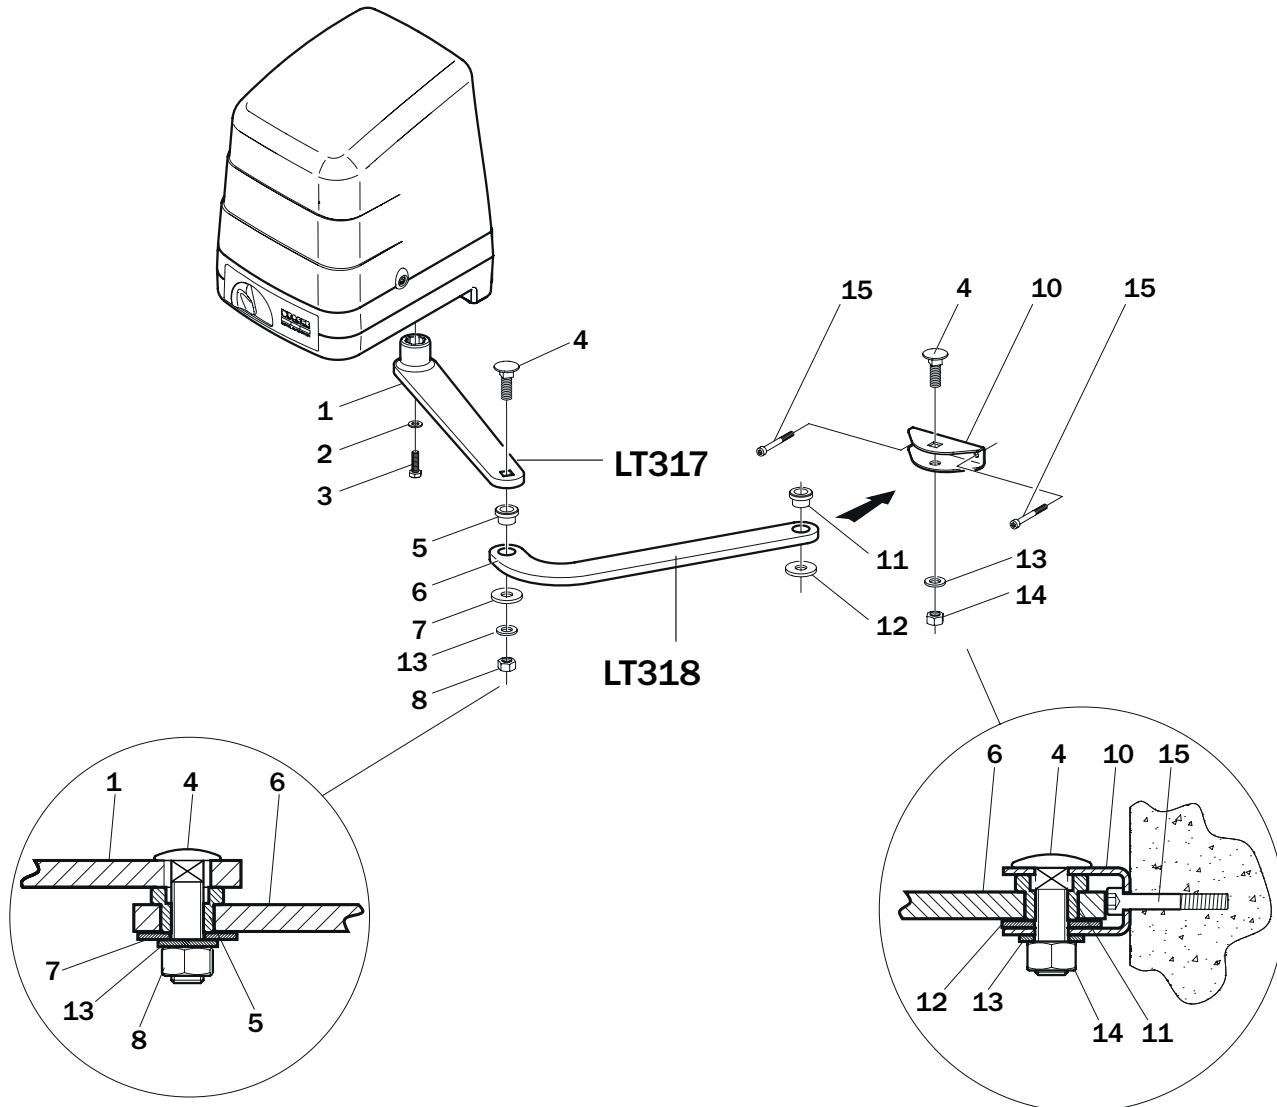
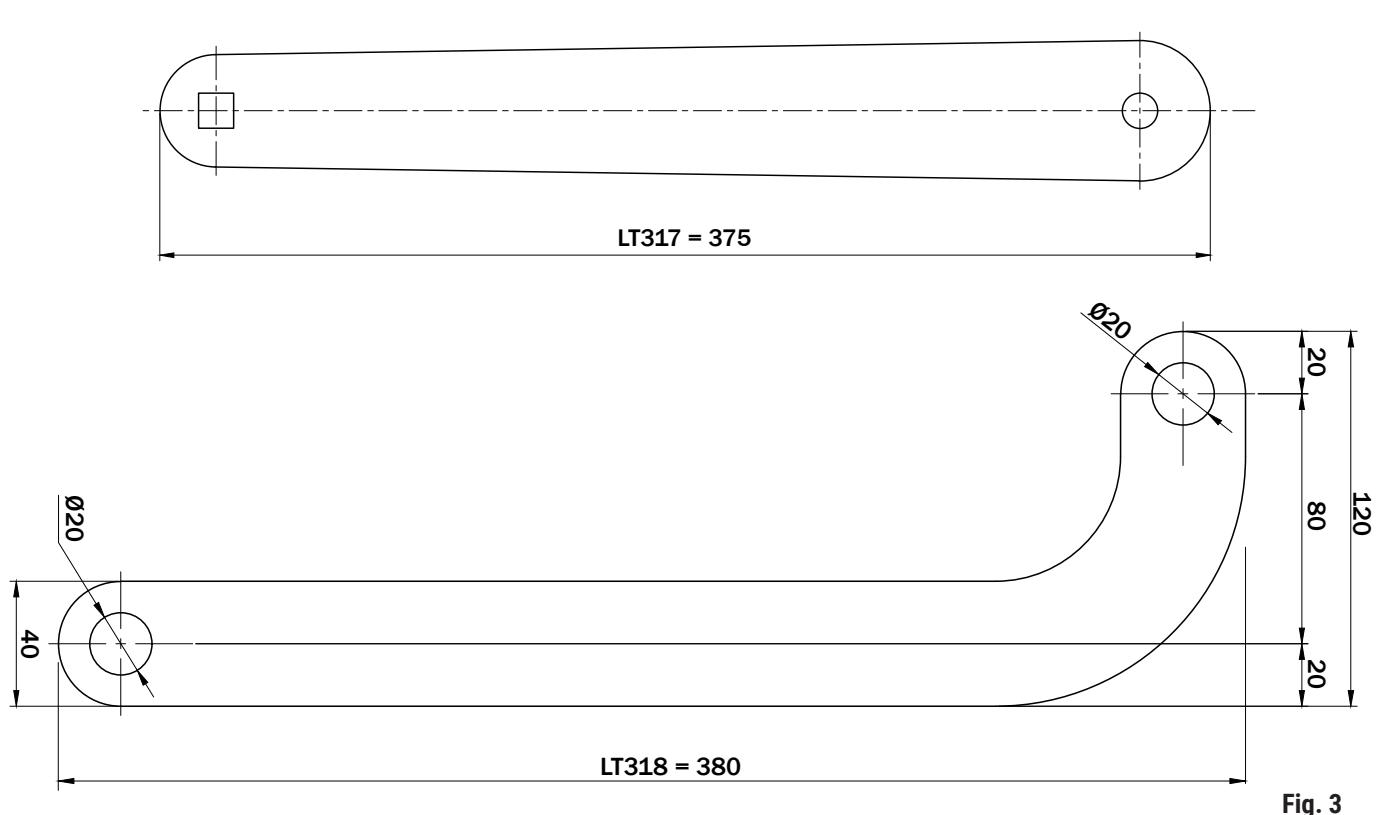

Fig. 2
Fig. 3
- Die Gelenkkäste (Abb. 3) in der in Abb. 2 gezeigten Folge zusammensetzen und am vorderen Bügel KT218 befestigen, dabei die Drehpunkte schmieren.
- Monte os braços articulados (fig. 3) de acordo com a sequência indicada na fig. 2 e fixe-os ao suporte dianteiro KT218 lubrificando os pontos de rotação.